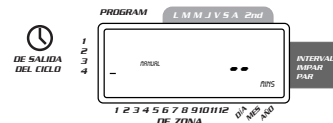

**FIGURA 12: Riego manual ya sea en el programa A o en el B únicamente**
- Para activar cada una de las estaciones asignadas períodos de riego para el programa A únicamente, oprima la tecla **MANUAL**, seguida por la tecla **SIGUIENTE**. Esto activará las estaciones con períodos de riego asignados únicamente en el programa A. Para iniciar el riego semiautomático, oprima **ENTRADA** [Vea la figura 12].